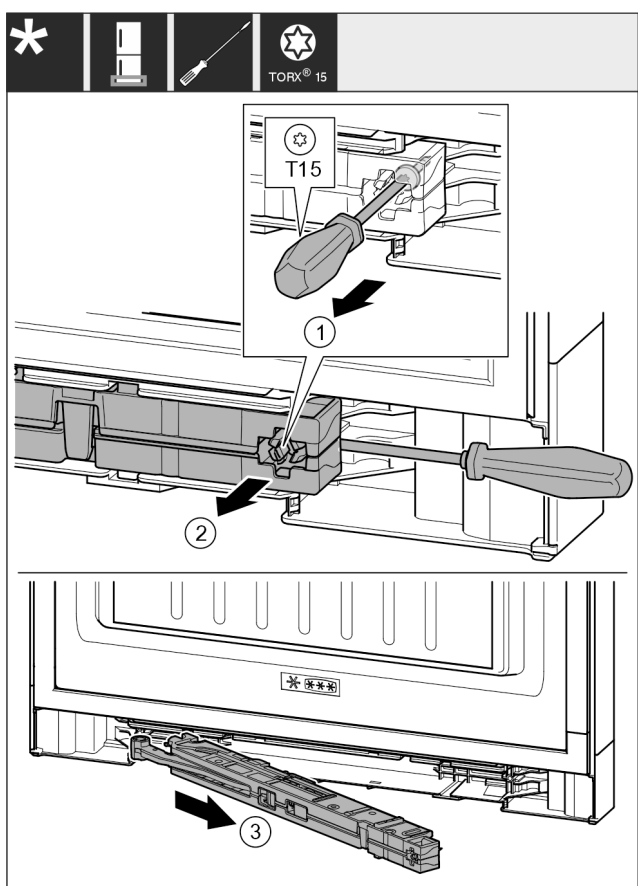

Fig. 17
- ▶ Odvijte vijak Fig. 17 (1) na enoti blažilnika za zapiranje vrat z izvijačem 14 mm.
- ▶ Dvignite enoto blažilnikov Fig. 17 (2) na strani ročaja z izvijačem v smeri naprej.
- ▶ Izvlecite enoto blažilnikov Fig. 17 (3).